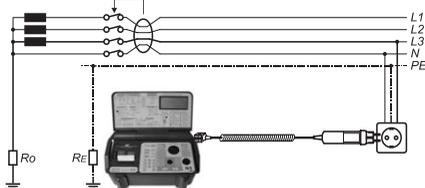

Bild 6.11.1 Anschluss der Messleitungen
- ▶ Schalten Sie den UNITEST 0100-Expert plus mit dem Schalter "EIN/AUS" (9) ein.
- ▶ Stellen Sie den Drehschalter "Messfunktion" (1) auf die Funktion 'UB/RE' (3).
- ▶ Wählen Sie mit dem Drehschalter "Nennfehlerstrom" (5) den Grenzwert für die Berührungsspannung aus. Drehen Sie dazu der die Drehschalter in die Stellung "UB 25/50 V", nun können Sie mit den beiden Tasten " $\frac{25}{50}$ " und " $\frac{25}{50}$ ", die beiden Werte 25V (landwirtschaftliche und medizinische Anlagen) und 50V (für alle anderen Anlagen) einstellen.
- ▶ Stellen Sie mit dem Drehschalter "Nennfehlerstrom" (5) den Nennfehlerstrom des FI/RCD (abhängig vom zu prüfenden FI/RCD) ein, dabei spielt es keine Rolle ob der Drehschalter in Stellung (x1) oder (x5) steht.
- ▶ Den Typ des zu prüfenden FI/RCD mit der Taste " $\frac{S}{S}$ " (4) auswählen. Es können Standard – FI/RCD oder selektive FI/RCD eingestellt werden. Bei der Auswahl 'selektive FI/RCD' wird in der LC-Anzeige $\frac{S}{S}$ angezeigt.
- ▶ Schliessen Sie die Messleitung an den Messanschluss (17) des UNITEST 0100-Expert plus an.
- ▶ Verbinden Sie die Messleitungen mit dem Prüfling gemäss Bild 6.11.1 oder 6.11.2.
- ▶ Stellen Sie den Drehschalter "Messfunktion" (1) auf die Funktion 'tFI/RCD, UB' (4).
- ▶ Wählen Sie mit dem Drehschalter "Nennfehlerstrom" (5) den Grenzwert für die Berührungsspannung aus. Drehen Sie dazu der die Drehschalter in die Stellung "UB 25/50 V", nun können Sie mit den beiden Tasten "" und "", die beiden Werte 25V (landwirtschaftliche und medizinische Anlagen) und 50V (für alle anderen Anlagen) einstellen.
- ▶ Stellen Sie mit dem Drehschalter "Nennfehlerstrom" (5) den Nennfehlerstrom des FI/RCD (abhängig vom zu prüfenden FI/RCD) ein. Wählen Sie hier ebenfalls den Auslösestromfaktor (x1) oder (x5) aus, stelle Sie den Drehschalter dazu auf z.B. 30mA x5.
- ▶ Den Typ des zu prüfenden FI/RCD mit der Taste "" (4) auswählen. Es können Standard – FI/RCD oder selektive FI/RCD eingestellt werden. Bei der Auswahl 'selektive FI/RCD' wird in der LC-Anzeige  angezeigt.
- ▶ Verbinden Sie die Messleitungen mit dem Prüfling gemäss Bild 6.11.1 oder 6.11.2, Seite 40.
- ▶ Betätigen Sie die Taste "START" (2), die Messung wird gestartet.
- ▶ Mit der Taste "ANZEIGE" (30) kann zwischen der Anzeige der Auslösezeit (tFI/RCD) und der Berührungsspannung (Ub) umgeschaltet werden.
- ▶ Falls gewünscht wiederholen Sie die Prüfung mit negativer Halbwelle, Sie können die Phasenlage des Prüfstromes mittels zweimaligem Drücken der Taste "START" (2) umschalten, in der LC-Anzeige wird dann "180°" angezeigt.
- ▶ Betätigen Sie die Taste "START" (2), die Messung wird gestartet, auf der LC-Anzeige wird der Prüfstrom angezeigt, dieser wird solange erhöht, bis der FI/RCD auslöst.
- ▶ Mit der Taste "ANZEIGE (30) kann zwischen der Anzeige des Auslösestromes (I_{Δ}) der Auslösezeit ($t(I_{\Delta})$) und der Berührungsspannung ($U_b(I_{\Delta})$) umgeschaltet werden.
- ▶ Stellen Sie den Drehschalter "Messfunktion" (1) auf die Funktion 'FI/RCD-Analyse' (6).
- ▶ Wählen Sie mit dem Drehschalter "Nennfehlerstrom" (5) den Grenzwert für die Berührungsspannung aus. Drehen Sie dazu der die Drehschalter in die Stellung "UB 25/50 V", nun können Sie mit den beiden Tasten "" (und """, die beiden Werte 25V (landwirtschaftliche und medizinische Anlagen) und 50V (für alle anderen Anlagen) einstellen.
- ▶ Betätigen Sie die Taste "START" (2). Der erste Prüfschritt wird gestartet, dabei darf der FI/RCD nicht auslösen.
- ▶ Mit der Taste "ANZEIGE (30) kann zwischen der letzten Prüfschritt-Nr., der Auslösezeit und der Berührungsspannung umgeschaltet werden.